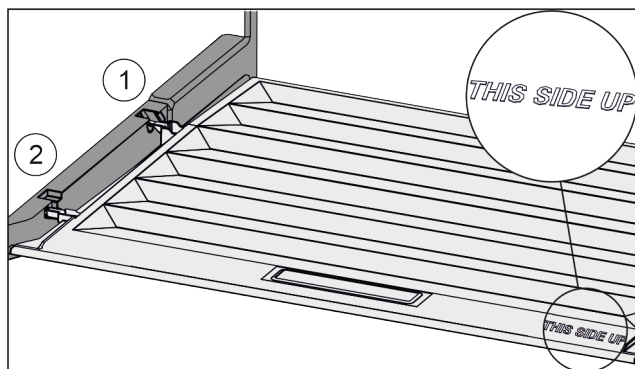

Fig. 37
- ▶ Introduire les rainures du couvercle par l'orifice du support arrière Fig. 37 (1) et les enclencher à l'avant dans le support Fig. 37 (2).